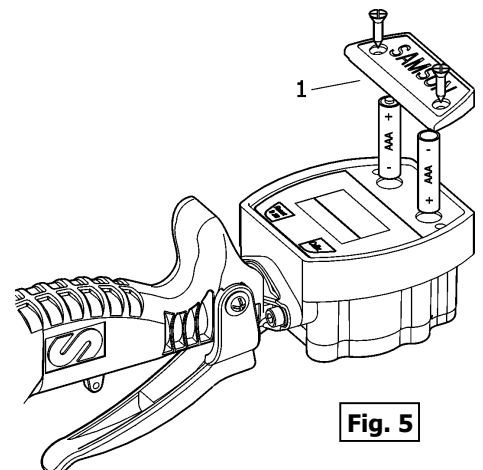

Fig. 5
1. Remove the two screws and the battery cover (1) (Fig.5).
3. Reattach the battery cover (1).
1. Destornillar y retirar los tornillos y la tapa de las baterías (1) (Fig. 5).
3. Volver a montar la tapa de las baterías (1).